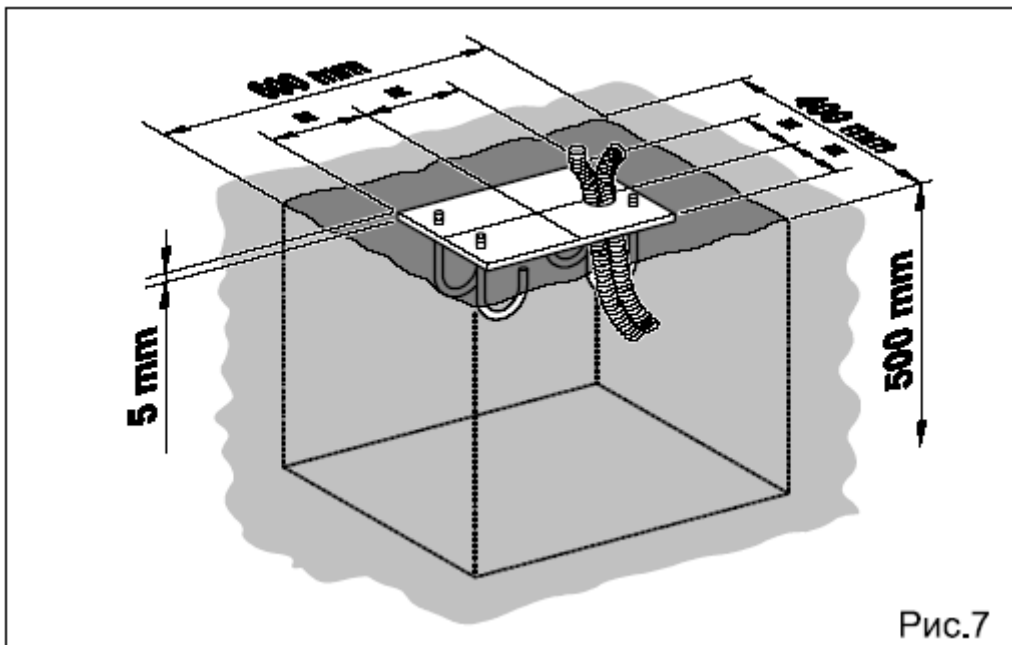

Рис.7
- Подготовьте фундамент, как показано на рис.7 (для мягкой почвы)